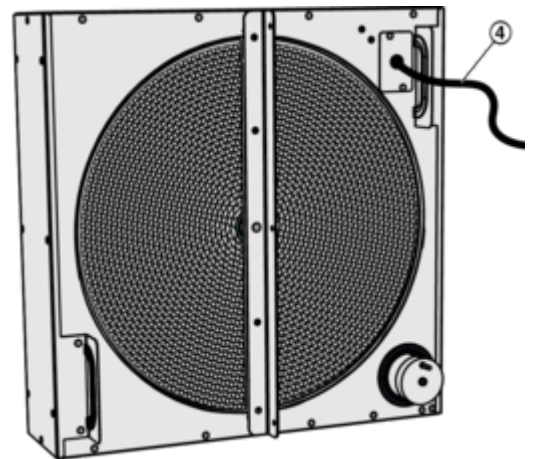

Abb. 45: Drehzahlsensor
5. ▶ Den Stecker am Drehzahlsensor (Abb. 45 /4) lösen.